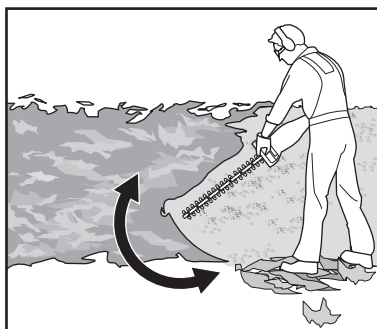

Fig. 5
- Segure sempre firmemente o produto com ambas as mãos pelas pegas dianteira (4) e traseira (6). Nunca utilize o produto com apenas uma mão.
- Primeiro, corte de ambos os lados, partindo da parte inferior em direção à parte superior. Isto impede a queda de plantas cortadas no percurso da área ainda a ser cortada (Fig. 5).